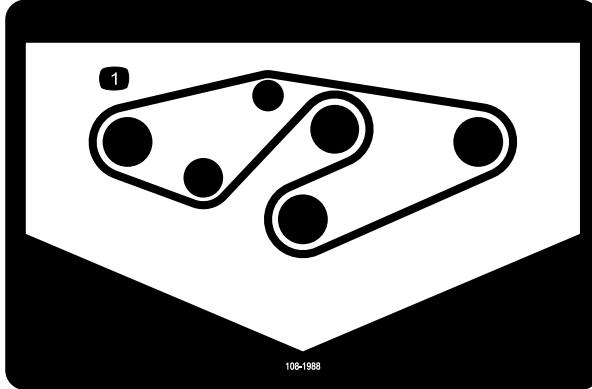

Figura 32
4. Coloque a nova correia nas polias de eixo e na estrutura da polia intermédia, como se mostra na Figura 32.